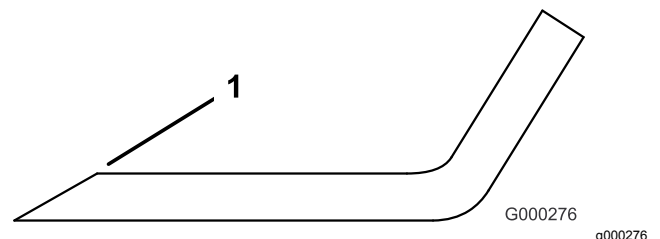

Figure 128
3. Examinez les tranchants de toutes les lames et aiguisiez-les s'ils sont émoussés ou ébréchés (Figure 128).
Remarque: N'aiguissez que le haut du tranchant et conservez l'angle de coupe d'origine pour obtenir une coupe nette (Figure 128). Limez la même quantité de métal sur chacun des deux tranchants pour ne pas déséquilibrer la lame.